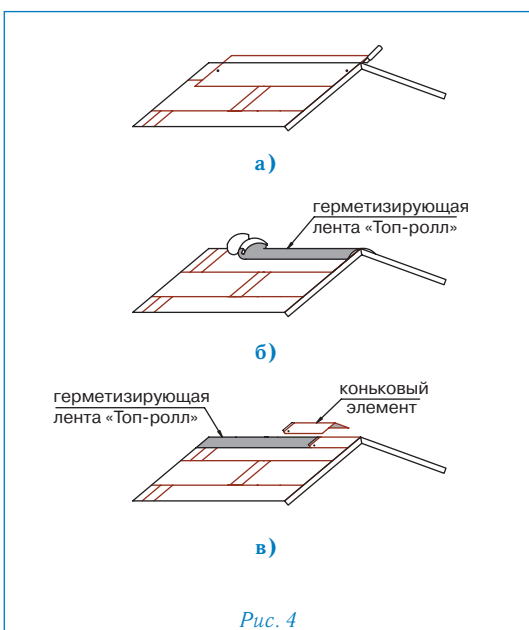

Рис. 4
### Конек (рис. 4)
- верхний ряд черепицы ПРЕСТИЖ КОМПАКТ доводится до линии конька (ребра), выступающие части листов обрезаются (рис. 4а);
- линии коньков и ребер герметизируются специальной самоклеящейся лентой «Топ-ролл» (рис. 4б);
- далее устанавливаются внахлест специальные коньковые элементы (направление укладки по преимущественному направлению ветра). Каждый коньковый элемент плотно прижимается к основанию кровли и фиксируется двумя гвоздями из нержавеющей стали длиной 35 мм, которые перекрываются следующим коньковым элементом (рис. 4в).